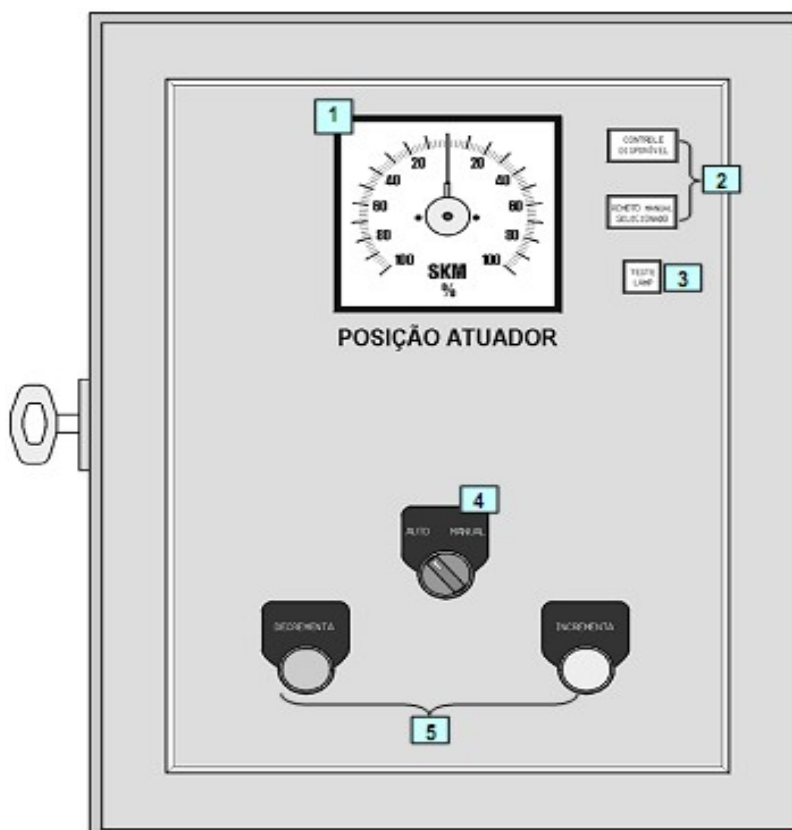

Figura 2.22. Painel de Controle Remoto Manual do SCA/ HPC
Para que o modo Remoto / Manual funcione, é necessário que a chave “Local / Remoto” do painel local (vide **figura 2.22** abaixo) esteja na posição “Remoto” e a chave “Auto / Manual” do painel Remoto / Manual esteja na posição “Manual”.
- Chave do painel Remoto do Passo (**figura 2.22** acima) na posição “Automático”
- Ajustar a posição da chave do “Painel de Controle Remoto Manual do SCA / HPC” (**figura 2.22**) de “AUTOMÁTICO” para “MANUAL”.
- Retornar a chave do “Painel de Controle Remoto Manual do SCA/ HPC” (**figura 2.22**) para a posição “AUTOMÁTICO”.